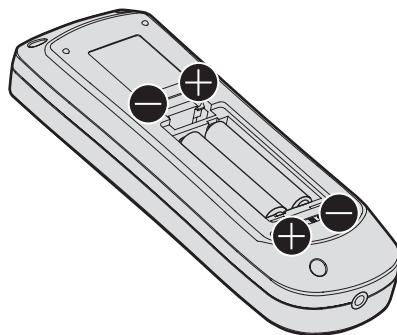

Fig. 2
- 2) Inserire le batterie e chiudere il coperchio (inserire prima il lato \ominus). (Fig. 2)